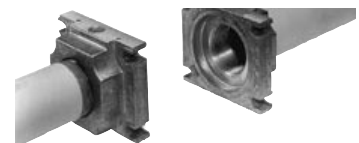

Рис. 6
1. Установить фланец на трубе. Использовать соответствующую газу оснастку (Рис. 6)